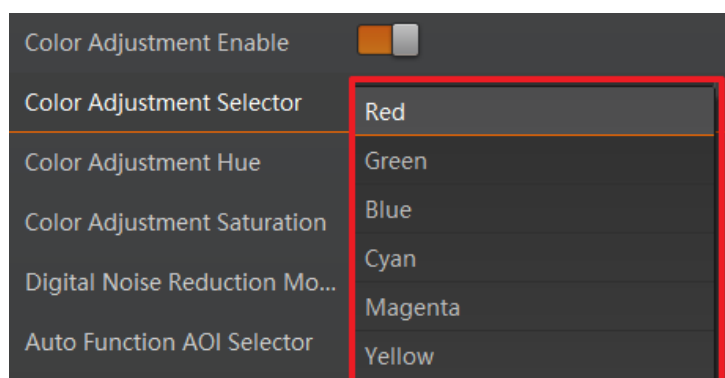

图7-42 颜色区域选择
2. 根据实际需求在 *Color Adjustment Selector* 中选择需要调节的颜色区域，如图 7-42 所示。